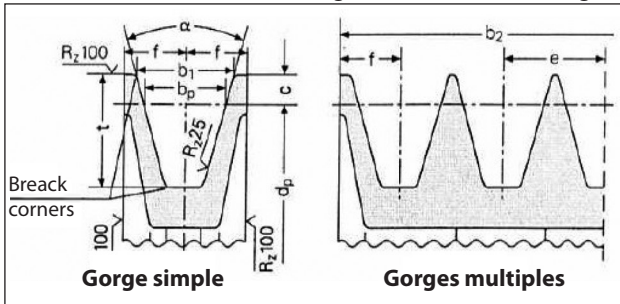

Fig. 8
- a) Utiliser des poulies pour courroies trapézoïdales avec les dimensions de la gorge prescrites/conseillées par le constructeur de la courroie utilisée. En cas de manque d'indications, se référer à la Fig. 8 et au tableau de la Fig. 9.